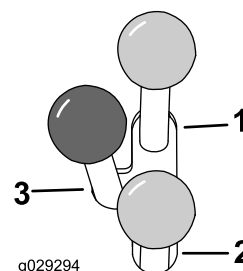

Figura 12
- Para accionar un accesorio hidráulico hacia adelante, mueva hacia adelante la palanca hidráulica auxiliar (Figura 12).
- Para accionar un accesorio hidráulico en sentido inverso, mueva hacia atrás la palanca hidráulica auxiliar (Figura 12).
Nota: Si usted suelta la palanca cuando ésta está en posición HACIA ADELANTE o HACIA ATRÁS, la palanca volverá automáticamente a la posición de PUNTO MUERTO (Figura 12).